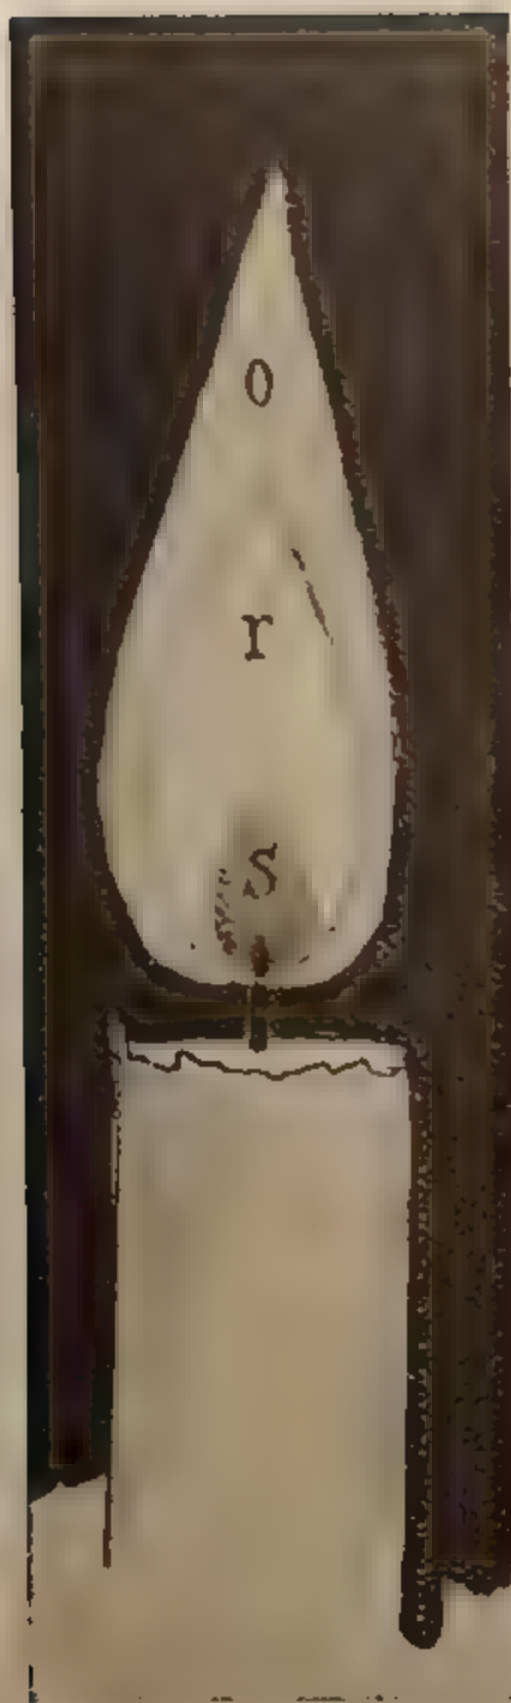

FIG. 79.
**Fiamma.** — La fiamma è la combustione di sostanze aeriformi (gas o vapori). Se noi prendiamo come tipo la fiamma della candela (fig. 79) in essa si possono distinguere tre zone: